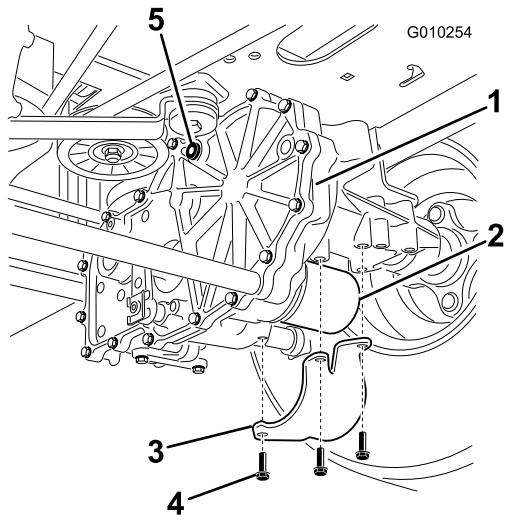

Figura 49
2. Localice el filtro y los protectores de cada sistema de tracción del transeje y retire los 3 tornillos que sujetan el protector del filtro (Figura 49).